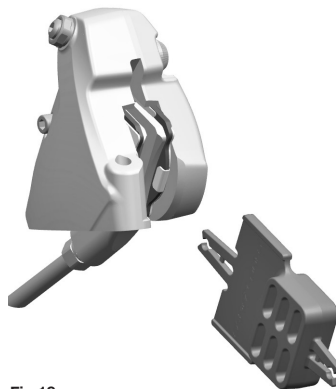
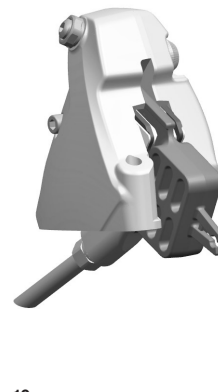

Fig. 18
Fig. 19
- Nel caso in cui dobbiate smontare le ruote dalla bicicletta, assicuratevi di aver inserito l'attrezzo per il trasporto (Fig. 18 / Fig. 19) che impedisce, in caso di azionamento accidentale delle leve freno, l'avvicinamento delle pastiglie del freno e quindi l'impossibilità di inserimento del disco. Se questo dovesse succedere, per il corretto ripristino, recatevi presso un meccanico specializzato o un Pro Shop Campagnolo.